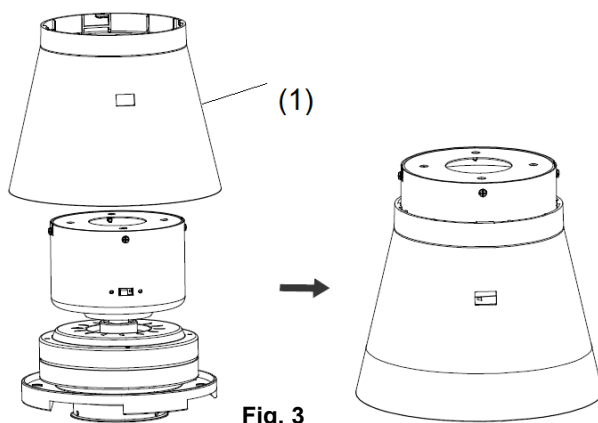

Fig. 3
- Installer le carter du moteur (1) sur l'ensemble du moteur. (Fig.3)